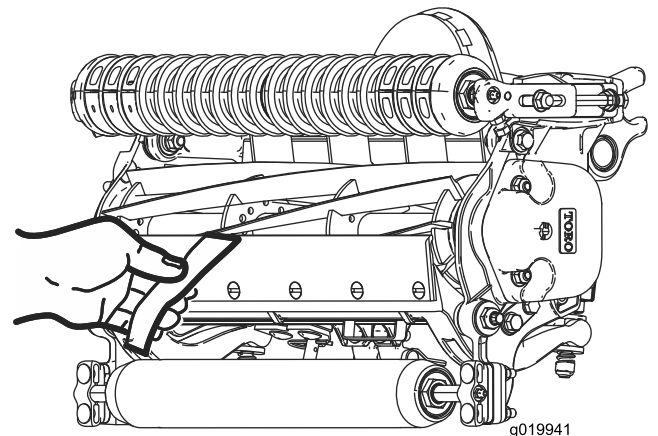

Figure 10
10. Contrôlez la performance de coupe en insérant une longue bande de papier de performance de coupe (réf. Toro 125-5610) entre le cylindre et la contre-lame, perpendiculairement à la contre-lame (Figure 10).